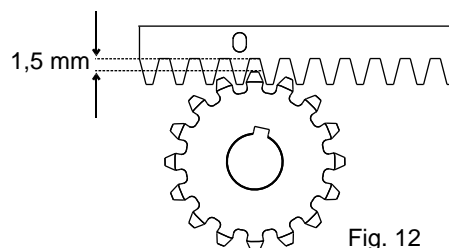

Fig. 12
6.6. Toda la cremallera va levantada de 1,5 mm para evitar que el peso de la cancela llegue hasta el piñon (Fig. 12), Atencion: mantener un juego de almenos 0,5 mm entre diente de pinon y diente de cremallera;